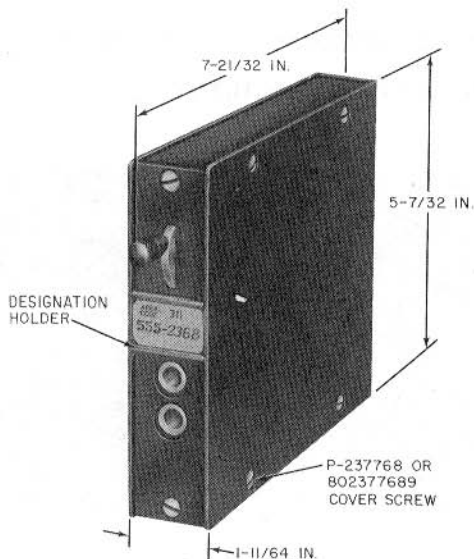

Fig. 2—6026-Type Keys
2.04 **6026-Type Key (Fig. 2):**